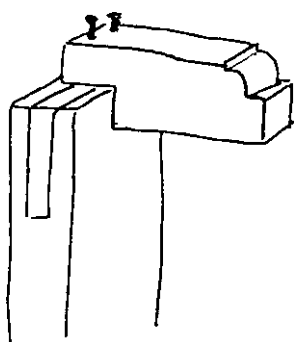

Fig. 10. Ritsmått.
- Gaffel och tapp märks med fast ritsmått (fig. 10).